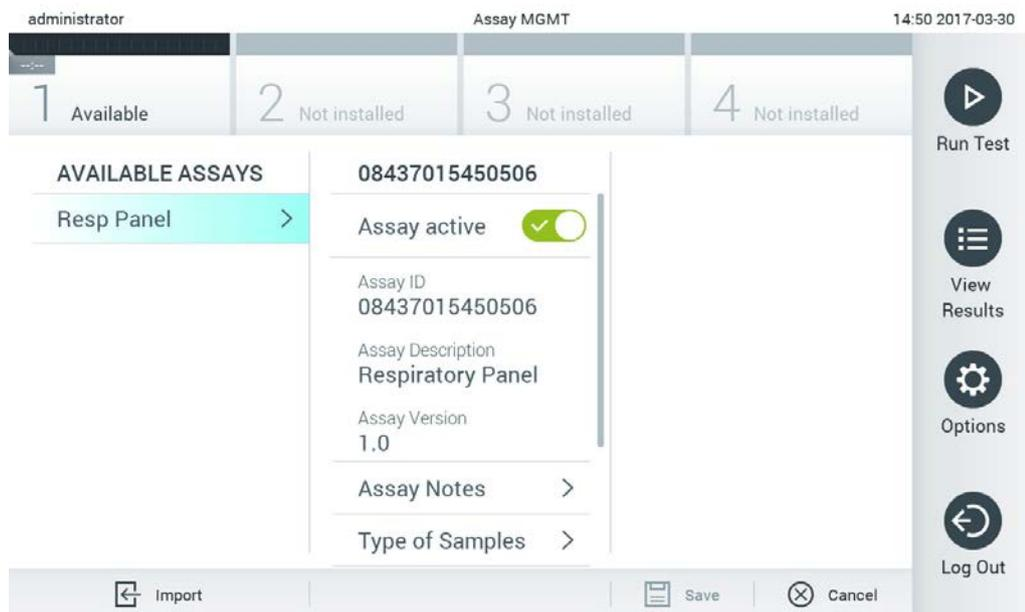

Figura 65. Gestione degli esami disponibili.
1. Premere il pulsante Options (Opzioni) e quindi il pulsante Assay Management (Gestione esame) per accedere alla schermata Assay Management (Gestione esame). Gli esami disponibili sono elencati nella prima colonna dell'area dei contenuti (Figura 65).